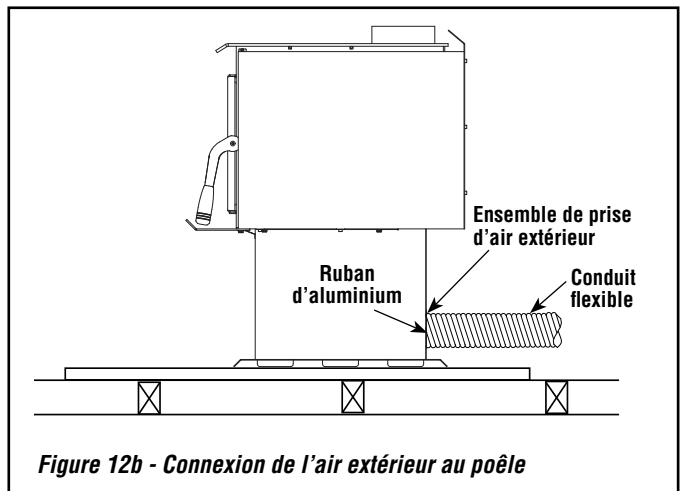

Figure 12b - Connexion de l'air extérieur au poêle
- Faites une ouverture de 4-1/4 po. (110 mm) dans le mur extérieur de la maison à l'emplacement choisi. De l'extérieur, placez le registre d'air dans l'ouverture (les persiennes ouvertes vers le bas) et fixez le registre au mur avec les vis tel que montré (voir **figures 12b and 13**).